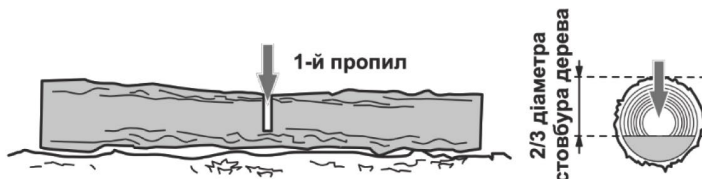

Рисунок 9. Схема попереднього розпили колоди.
1. Перший розпил зробити згори вниз на $\frac{2}{3}$ діаметра стовбуру дерева (рис. 9).